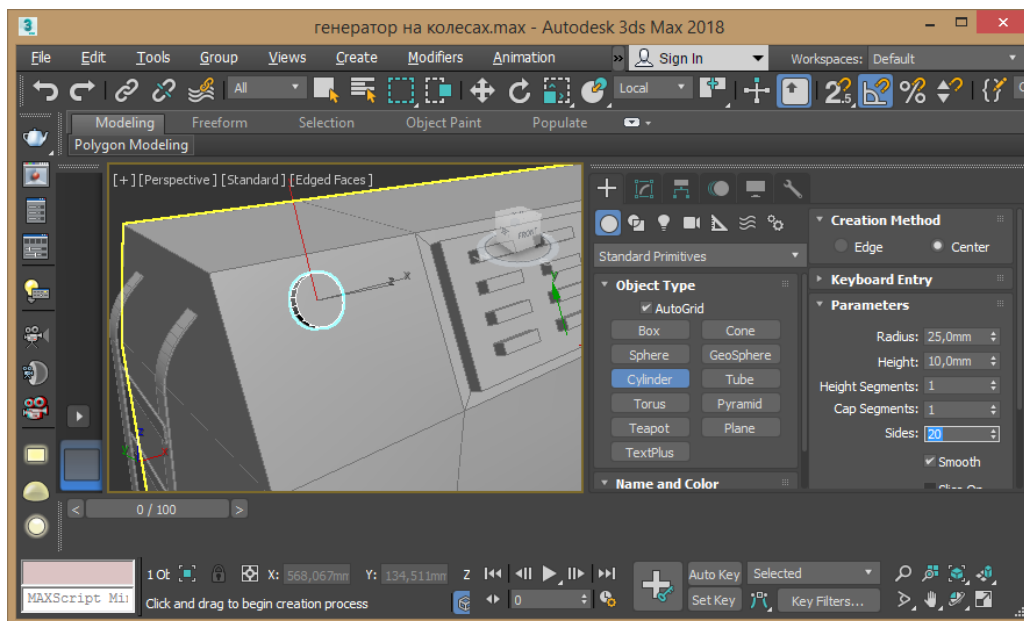

Рис. 2.12 – Створення кнопки
12. Для створення кнопок в режимі Autogrid створюємо циліндр з параметрами 25x10 мм і сегментами 1, 1 та бічних граней Sides 20 (рис. 2.12).